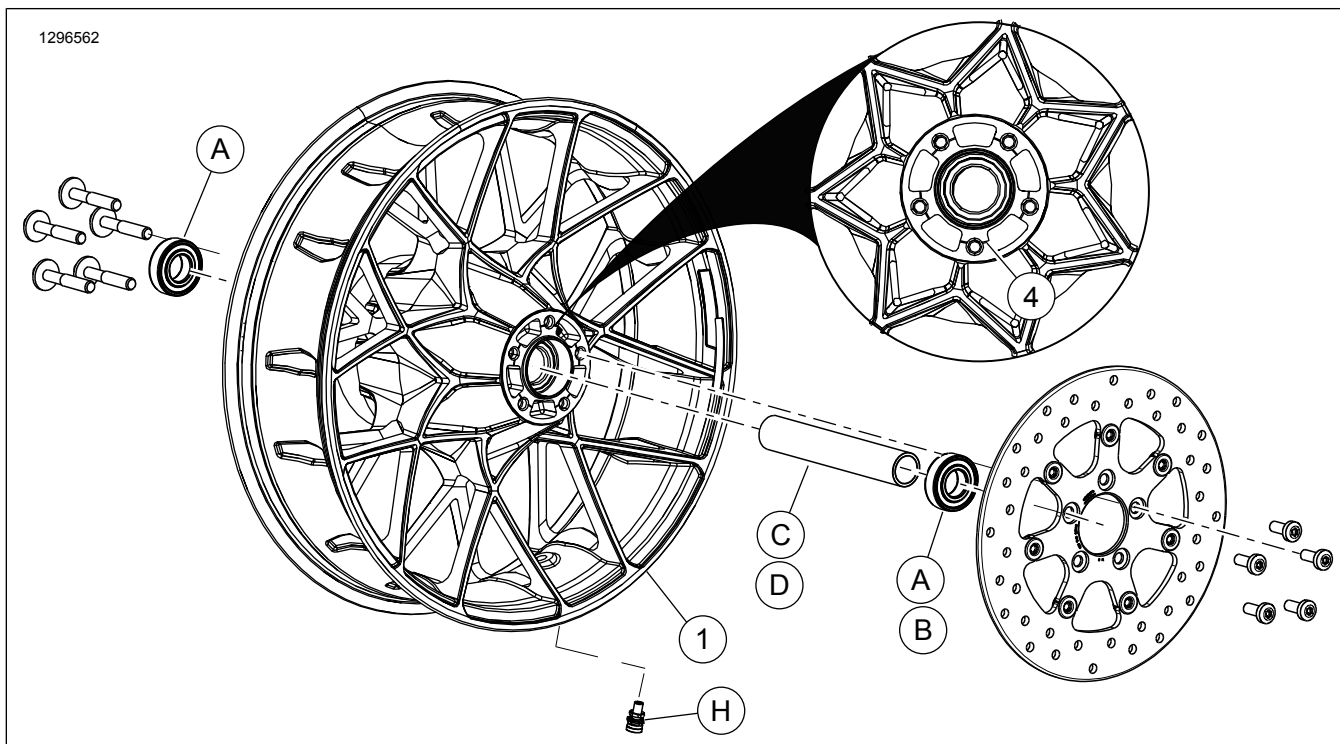

Figura 1. Parti di ricambio: Ruota posteriore a turbina
Questi kit comprendono solo le ruote Custom. Vedere Figura 1 e Tabella 2.
2. Vedere Figura 1 Installare un nuovo gruppo dello stelo della valvola (H) sulla ruota. Vedere il manuale di manutenzione.